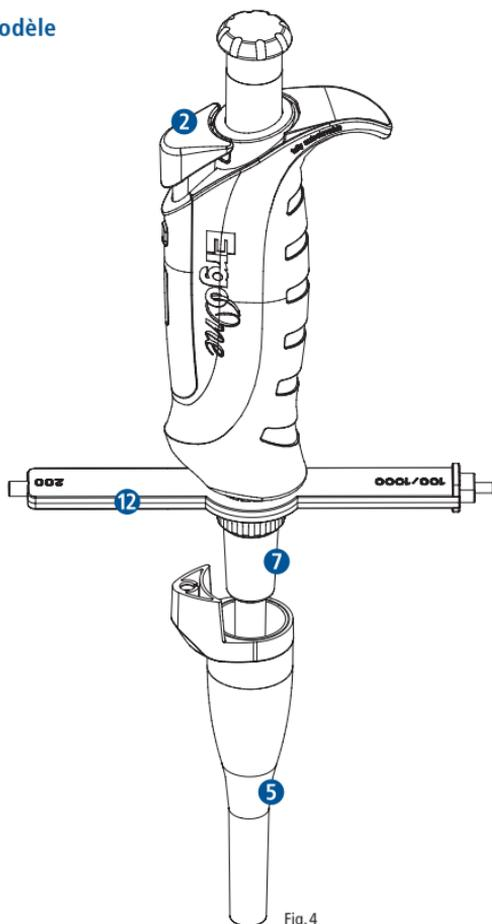

Fig.4
- Enfoncez entièrement le bouton d'éjection **2** et retirez le tube d'éjection **5** par le bas (Fig. 4).